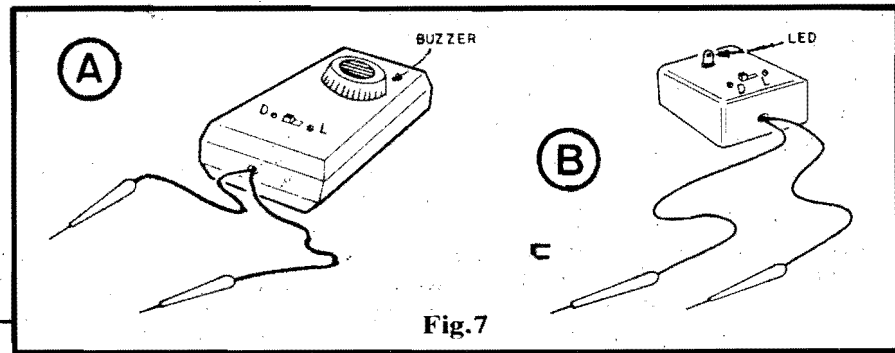

Fig.7
- **FIG. 7 - O ACABAMENTO DO ANACON** - Em 7-A vemos a sugestão para o "encaixamento" do circuito num **container** tipo "caixãozinho de defunto", facilmente encontrável nas lojas. Essa disposição vale para a utilização do sinalizador (buzzer) originalmente indicado para o circuito... Quem preferir usar o LED indicador, poderá acomodar o circuito numa caixinha ainda menor, conforme sugere o diagrama 7-B. Em qualquer dos casos,